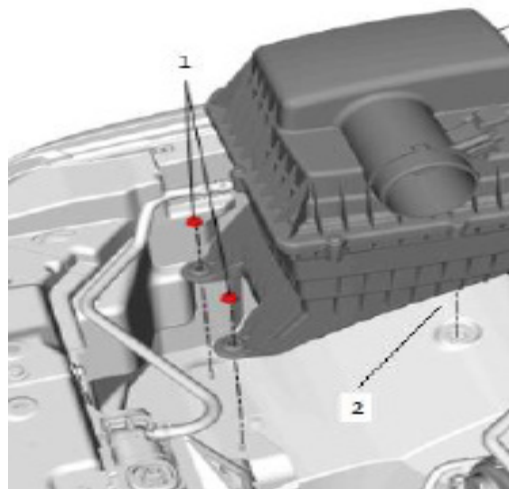

Figura 4
4. Instale el nuevo ensamble de la caja en la camioneta. Asiente la caja en el pasacables en el pozo de la defensa (2 en la figura 4) y empuje firmemente hacia abajo para asentar. Vuelva a instalar las tuercas (1 en la figura 4) en las patas de la caja y apriete a 12 Nm (9 pies lb).